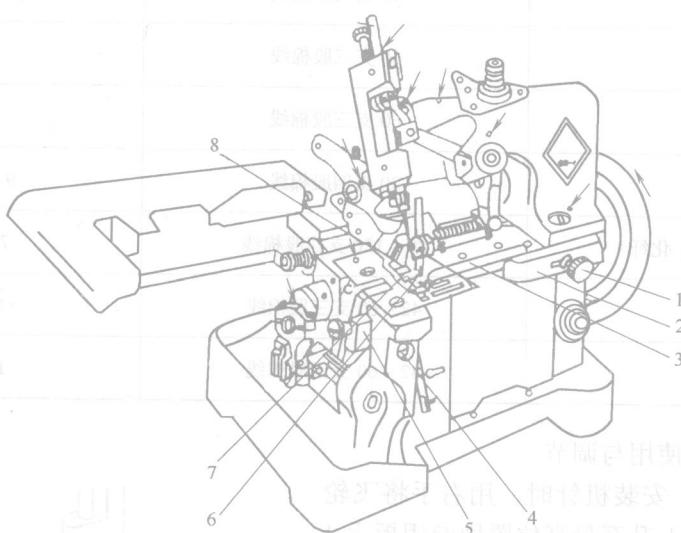

图 1-12 调节线迹宽度
3) 调节线迹宽度。根据需要可在机器的规定范围内调节线迹的宽度。如图 1-12 所示,调节线迹宽度的同时必须调节切边刀的位置和编结导块的位置。调节时先旋松拦刀架螺钉 1,将拦刀架 2 连同拦刀板 3 一起向右移动,用螺钉旋具旋松下刀架螺钉 4,旋下刀架调节螺钉 5,使下刀架左右移动,调节到所需要的位置后将下刀架螺钉 4 旋紧,最后将拦刀架 2 向